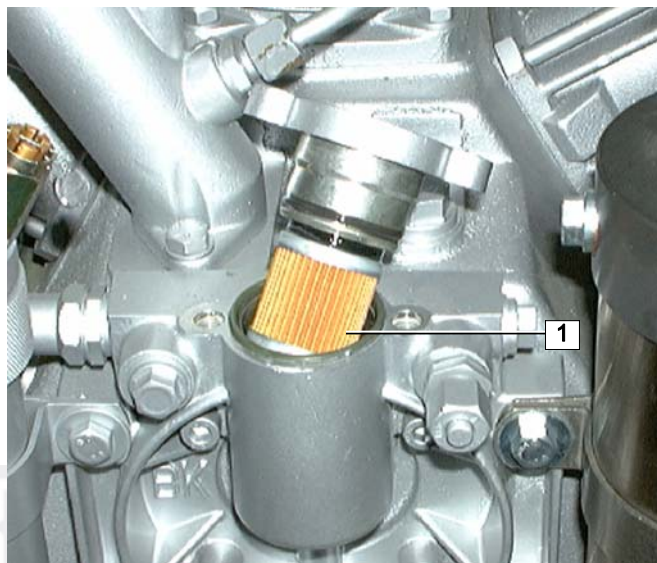

Рис. 27 Замена масляного фильтра
- Снимите масляный фильтр (1, Рис. 27) с резиновой прокладки на крышке. Вставьте новый фильтрующий элемент и закрепите крышку.